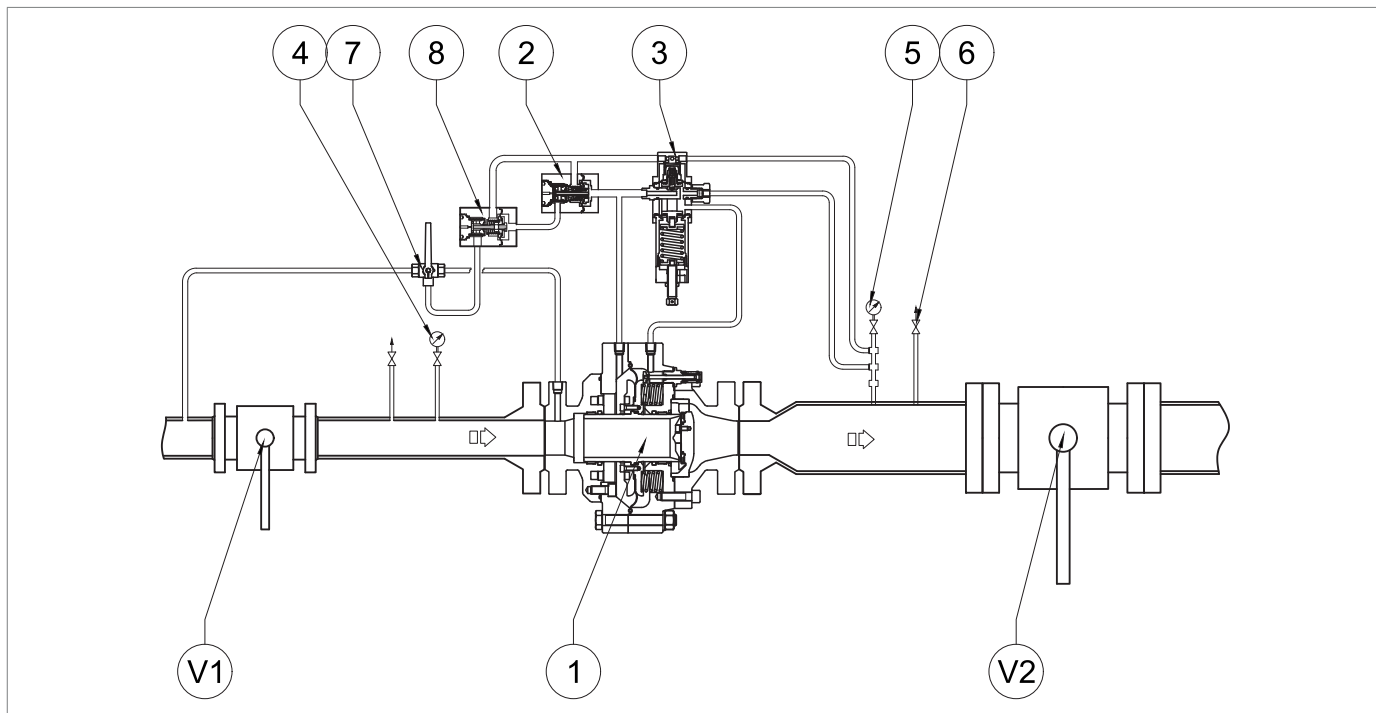

Fig. 8.24.
1	<p>Aumentare la pressione di valle fino al valore di intervento della valvola di blocco, agendo sul regolatore principale, per verificare la corretta taratura.</p> <div style="border: 1px solid blue; padding: 5px;"> <p>! AVVISO!</p> <p>Controllare la pressione facendo riferimento al manometro (Fig. 8.24, rif. 5) posto a valle del regolatore principale. Se la valvola di blocco:</p> <ul style="list-style-type: none"> • interviene prima del valore di pressione previsto: avvitare (senso orario) la ghiera di regolazione (13) così da comprimere maggiormente la molla (11); • non interviene al valore di pressione previsto: svitare (senso antiorario) la ghiera di regolazione (13), così da scaricare la molla (11). </div>
2	Diminuire la pressione del tratto di valle aprendo il rubinetto di scarico (Fig. 8.24, rif. 6) per portarla fino al valore di taratura del regolatore principale.
3	Chiudere il rubinetto di scarico (Fig. 8.24, rif. 6).
1	Aprire il rubinetto di scarico (Fig. 8.24, rif. 6) in atmosfera e tenerlo aperto per le fasi successive.